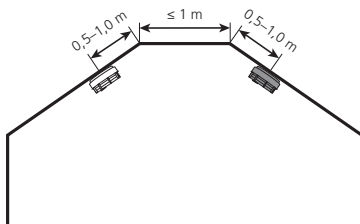

Abb. 4
- Ist die Breite der horizontalen Decke kleiner als 1 m, muss der Rauchwarnmelder an die Dachschräge wie in der Abb. 4 montiert werden.